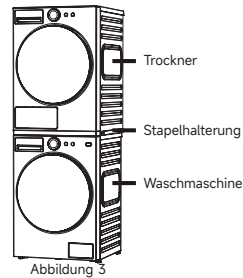

Abbildung 3
3. Stellen Sie den Trockner auf die Stapelhalterung und richten Sie seine linke, rechte und vordere Seite jeweils an der Stapelhalterung aus (Abbildung 3).